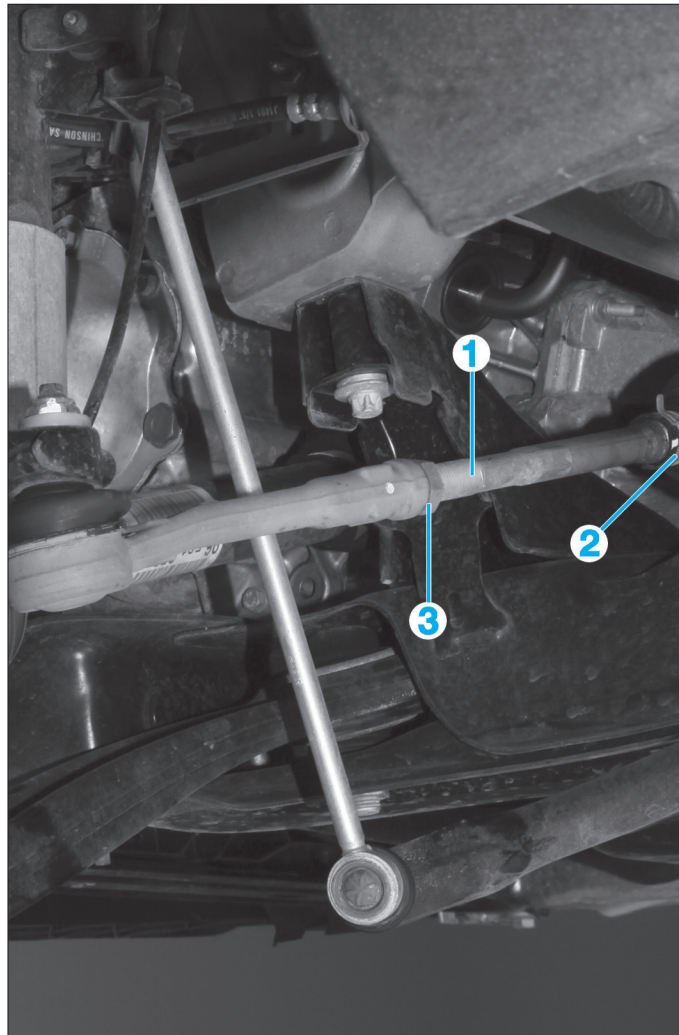

Fig. 9
• Le parallélisme se règle par l'allongement ou le raccourcissement de la longueur des biellettes de direction (1), en les tournant par leur empreinte hexagonale, après avoir desserré le collier (2) et le contre-écrou (3) (Fig.9).